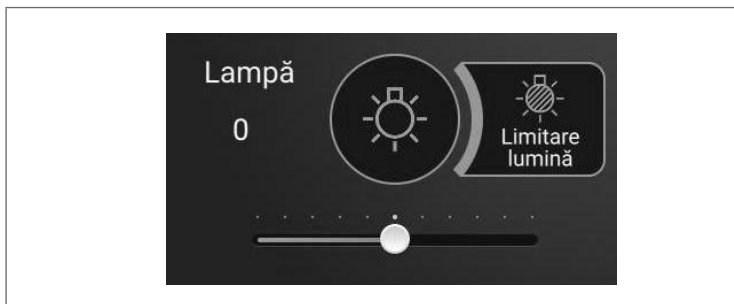

Figura 5.2
3. Atingeți butonul lămpii de pe ecranul tactil. Butonul lămpii devine albastru (Figura 5.2).